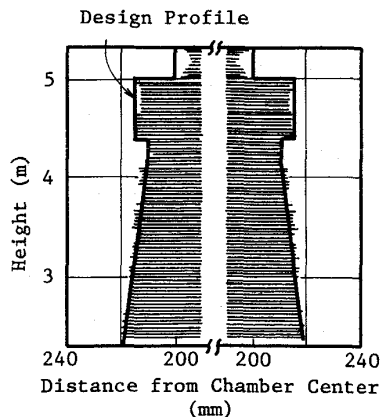
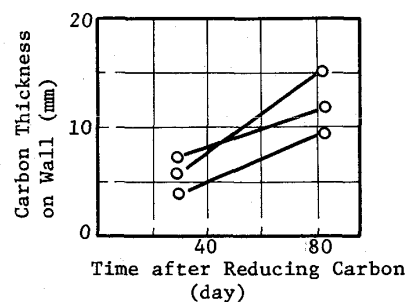

Fig.3 Example of Cross-sectional Profile
Fig.4 Carbon Deposition on Wall
- (1) 高さ方向20mmピッチで測定を行ない、約10分でプロフィールを得ることができる。(Fig. 3)
- (2) 同一断面を複数回測定した結果、再現性は1mm以内である。
- (3) 比較的稼働年数の長い炉で、窯幅が全体的に狭くなっている炭化室が見付かった。
- (4) 焼落しを実施後追跡調査した結果、カーボンの付着速度は約0.09mm/日であり(Fig. 4)、推定モデル¹⁾の計算値とほぼ一致した。